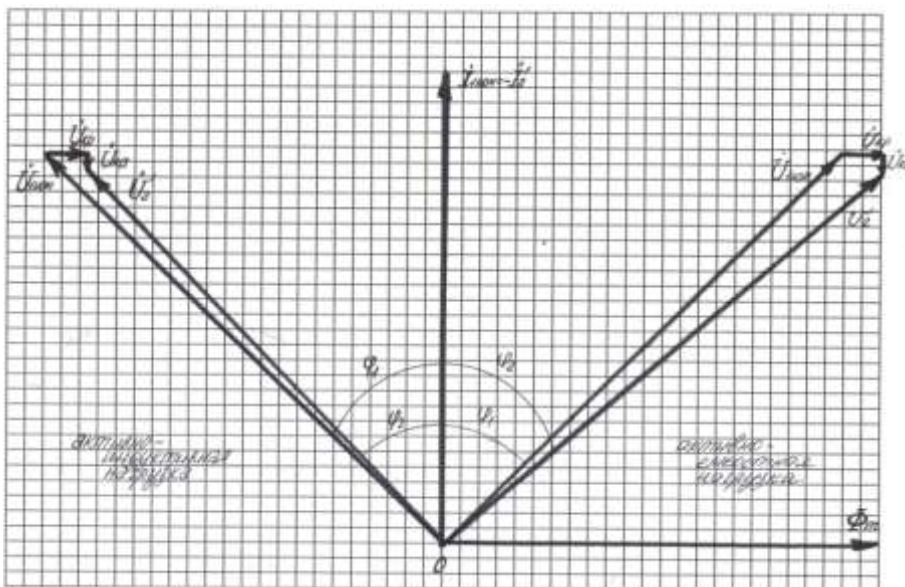

Рисунок 15. Векторная диаграмма трансформатора
9) Принимаем масштаб напряжения $m_U = 5 \text{ В/мм}$, тогда длина сторон треугольника короткого замыкания (рис.15)
7) По имеющимся данным строим векторную диаграмму (рис.15).